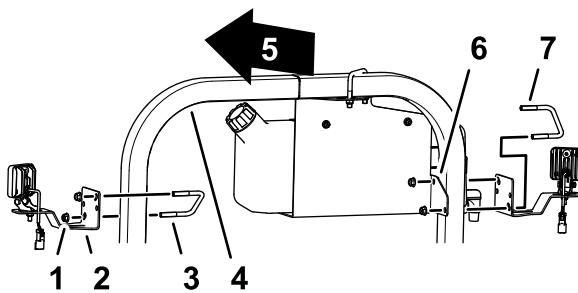

Bild 5
1. Entfernen Sie an der linken Seite des Überrollsitzrohrs den U-Bügel ($\frac{3}{8}$ " x 3½" x 2-13/16") und die Sicherungsbundmutter, die die Halterung für den Frischwasserbehälter am Überrollsitzrohr sichert (Bild 5).
2. Befestigen Sie den LED-Scheinwerfer und die Halterung am Überrollsitzschutzrohr und der Halterung des Frischwasserbehälters, wie in **Bild 5** abgebildet, mit dem U-Bügel ($\frac{3}{8}$ " x $3\frac{1}{2}$ " x 2-13/16") und der Sicherungsbundmutter ($\frac{3}{8}$ "), die Sie in Schritt 1 entfernt haben.
3. Befestigen Sie auf der anderen Seite des Überrollsitzschutzrohrs den LED-Scheinwerfer und die Halterung mit einem U-Bügel ($\frac{3}{8}$ " x $3\frac{1}{2}$ " x 2-13/16") und einer Sicherungsbundmutter ($\frac{3}{8}$ ") aus dem Bausatz für den hinteren Arbeitsscheinwerfer (**Bild 5**).